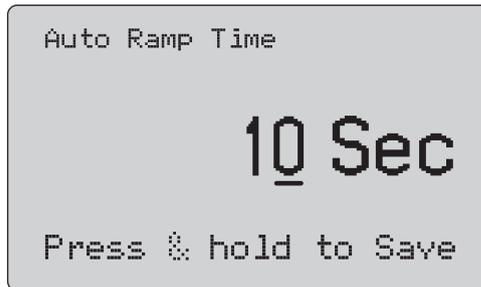

Abbildung 11. Bildschirm Auto Ramp Time (Automatische Rampenfunktionszeit)
**Auto Ramp Time** (Automatische Rampenfunktionszeit) legt die vollständige Rampenfunktionszeit für die mA-Rampenfunktion fest. Der Wert kann von 5 Sekunden bis zu 300 Sekunden festgelegt werden. Den Wahlknopf drücken, um den Dekadencursor zu verschieben. Den Wahlknopf drehen, um den Wert stufenweise um die ausgewählte Dekade anzupassen. Siehe Abbildung 11.